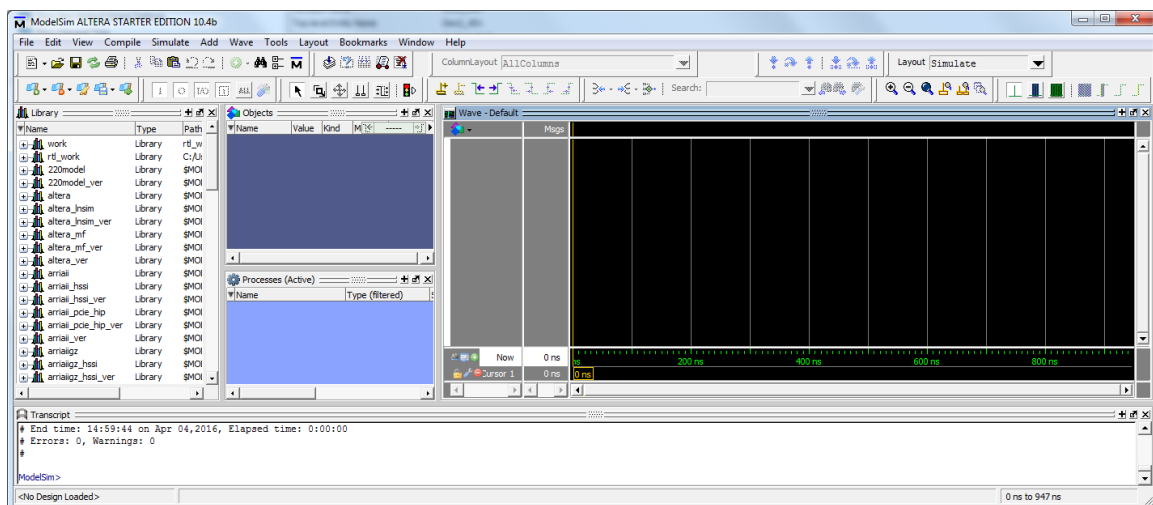

Figura 4 – Aspecto inicial da janela da ferramenta de simulação “ModelSim ALTERA STARTER EDITION”.
7. Quando executada, a ferramenta de simulação “ModelSim ALTERA STARTER EDITION” deve apresentar o aspeto ilustrado na Figura 4. Caso a janela “Wave” (destinada ao desenho das formas de onda) não apareça, poderá ativá-la através do menu “View → Wave”.